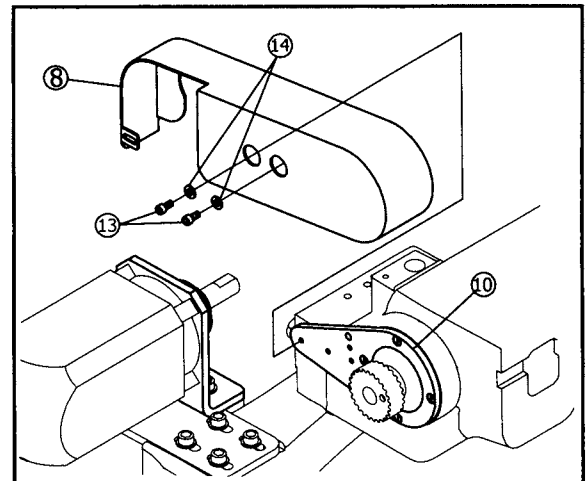

Fig. 17
(Fig. 17)
- (1) 安裝皮帶護蓋⑧到馬達蓋座⑩要用螺絲⑬和墊片⑭鎖緊。(Fig. 17)